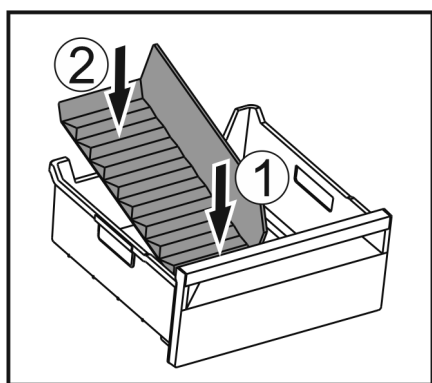

Fig. 100
- ▶ Vložte přední část přepážky přihrádky na led. Fig. 100 (1)
- ▶ Zadní část přepážky přihrádky na led spusťte až na dno zásuvky. Fig. 100 (2)